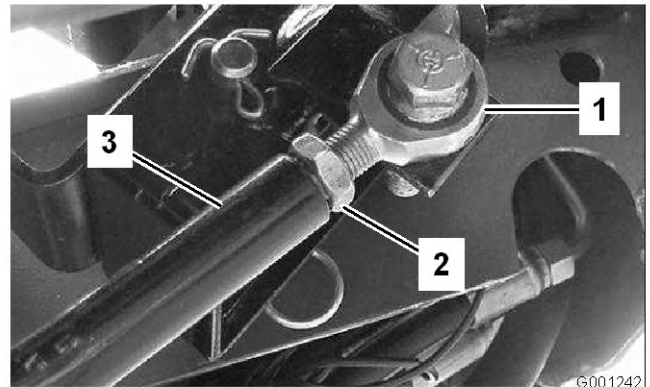

図 68
3. さらに調整が必要な場合は、走行ロッド (図 68) の調整を以下の要領で行う：